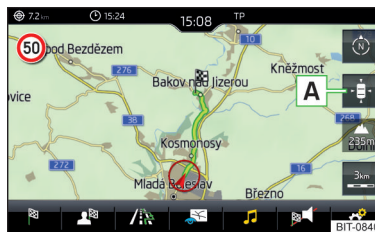

Fig. 222
- Pentru **centrea hărții**, atingeți suprafața de comandă funcții  **A** » fig. 222.